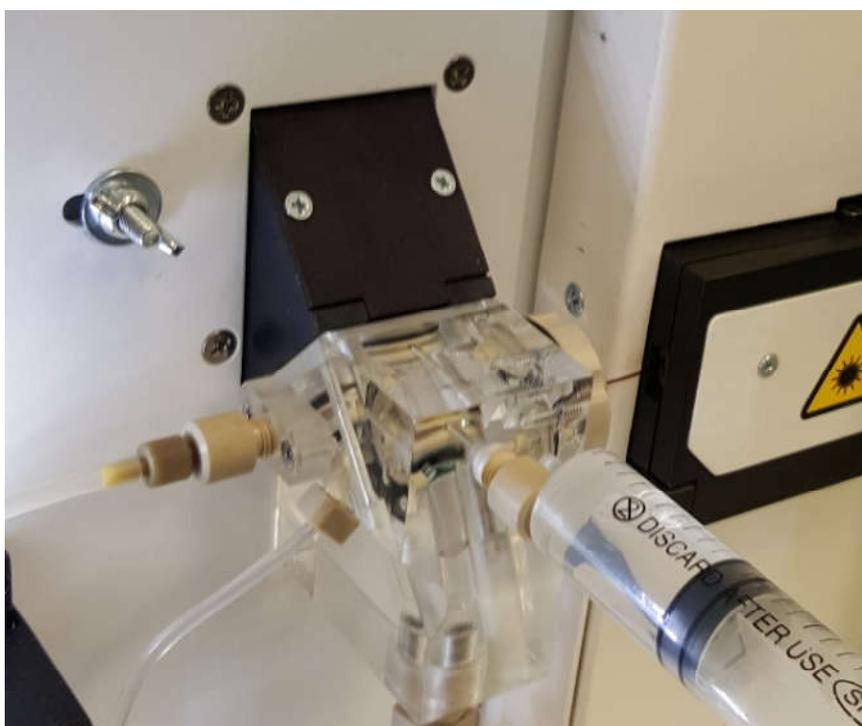

Рисунок 36. Промывка насоса
1. Вставить шприц (5-10 мл) с деионизованной водой без воздушных пузырей в переднюю заглушку блока заполнения капилляров (рис. 36).